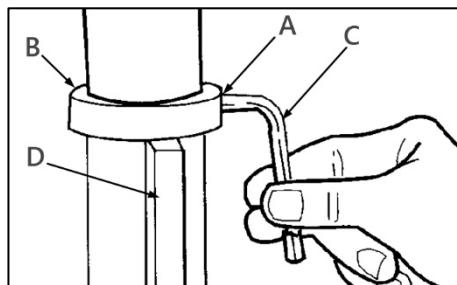

Рисунок 4.
Ослабьте установочный винт (A) (рис. 4) на зажимном кольце (B) при помощи шестигранного ключа 3 мм (C), снимите кольцо (B) и зубчатую рейку (D) с колонны.
Установите зажимное кольцо (В) (рис. 4), затяните установочный винт (А) при помощи шестигранного ключа 3 мм (С), чтобы зубчатая рейка (Д) могла перемещаться при повороте стола влево или вправо вокруг колонны, кольцо должно сидеть на зубчатой рейке свободно, перпендикулярно вертикальной оси. Затяните установочный винт таким образом, чтобы удерживать кольцо на месте. При слишком сильной затяжке деталь может сломаться.